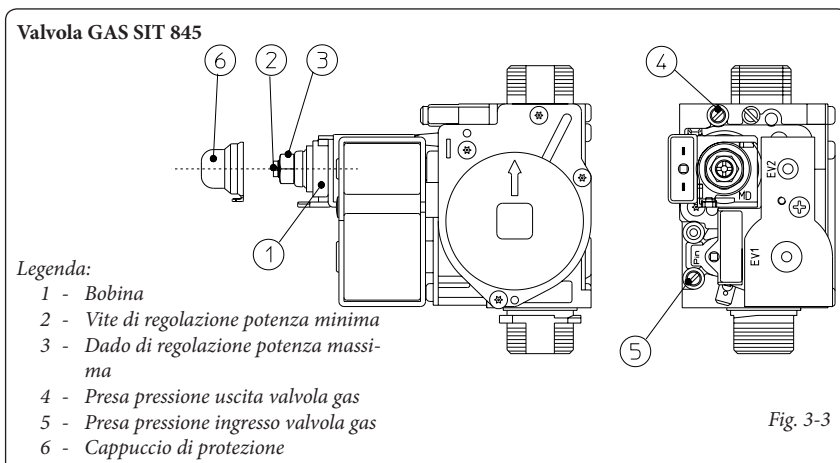

Fig. 3-3
N.B.: tutte le operazioni relative alle regolazioni delle caldaie devono essere effettuate da un tecnico abilitato (ad esempio il Servizio Assistenza Tecnica Immergas). La taratura del bruciatore deve essere effettuata con un manometro differenziale ad "U" o digitale, collegato alla presa di pressione posta sopra la camera stagna (part. 11 Fig. 1-29) e alla presa pressione di uscita valvola gas (part. 4 Fig. 3-3), attenendosi al valore di pressione riportato nella tabella (Parag. 3.16) per il tipo di gas per il quale la caldaia è predisposta.